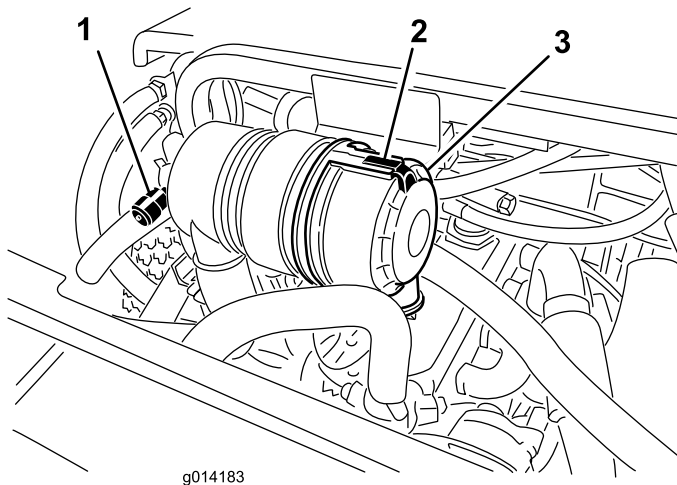

Figura 35
Faça a manutenção ao filtro de ar apenas quando o indicador de manutenção (Figura 35) o exigir. Mudar o filtro de ar antes de ser necessário apenas aumenta a possibilidade de entrar sujidade no motor quando se retira o filtro.
1. Liberte o trinco que fixa a cobertura do filtro de ar ao respectivo corpo (Figura 35).